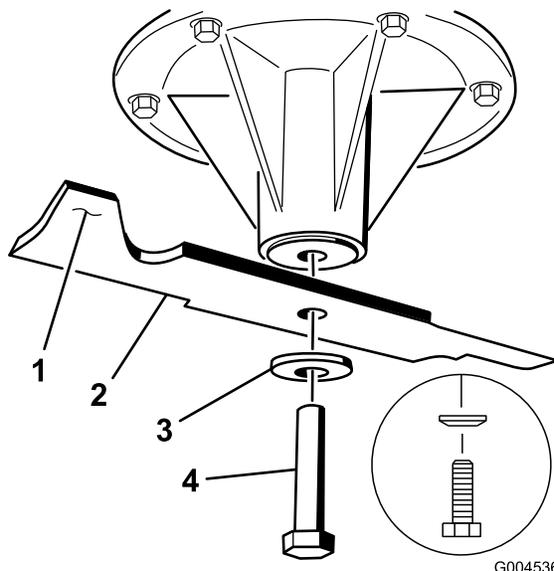

Figura 97
**Nota:** Se a lâmina ficar na horizontal é porque está equilibrada e pode ser utilizada. Se a lâmina não estiver equilibrada, lime algum metal da extremidade da aba apenas (Figura 97). Repita este procedimento até a lâmina estar equilibrada.
1. Instale a lâmina no eixo (Figura 97).
**Nota:** Instale o cone do disco de mola na direção da cabeça do parafuso (Figura 97). Aperte os parafusos da lâmina com uma força de 115 a 149 N m.